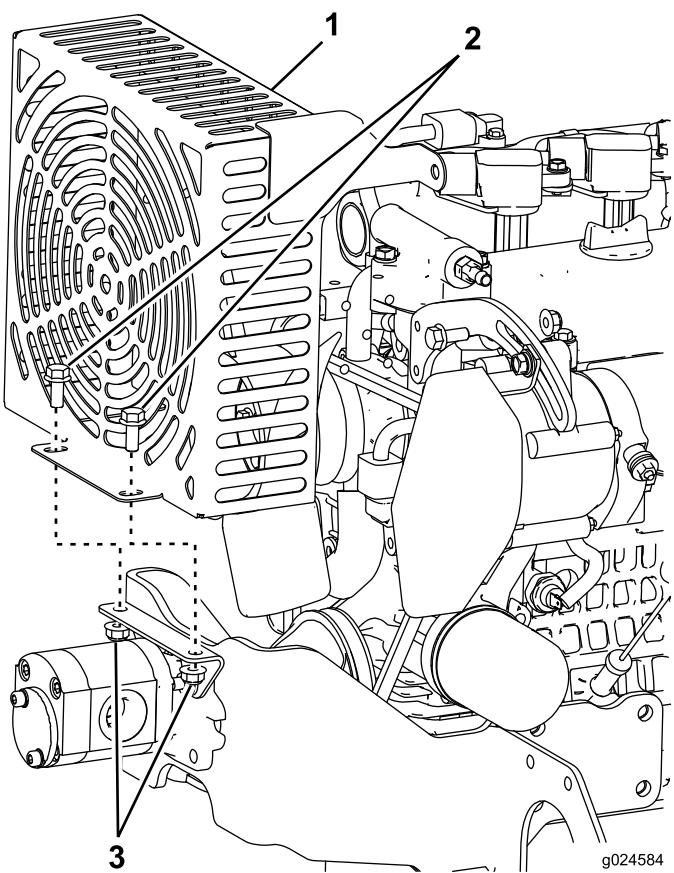
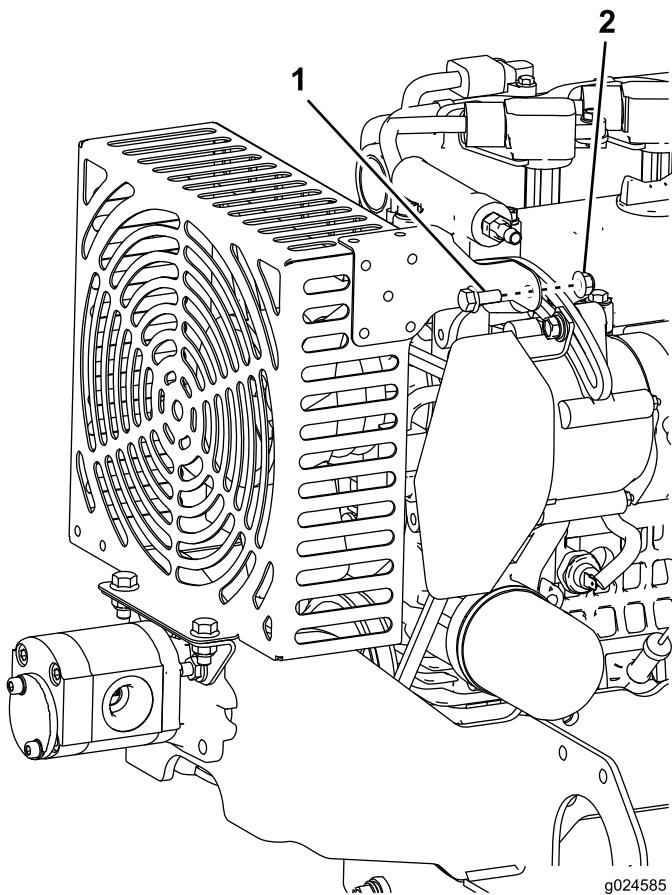

Figura 9
Figura 10
4. Instale a protecção da ventoinha; consulte Figura 9 e Figura 10.